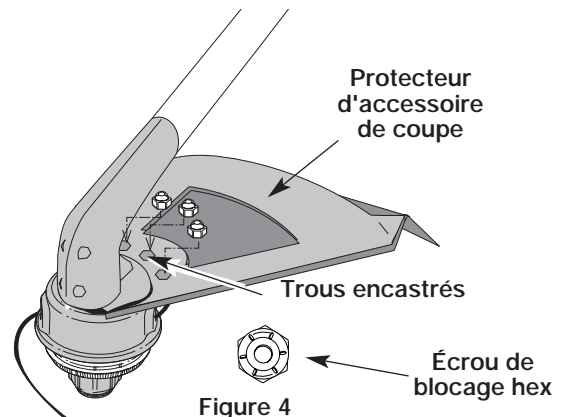

Figure 4
2. Placez un de trois fournis écrous de blocage hex dans l'un des trois trous encastré, sur le dessus du protecteur d'accessoire de coupe (Fig. 4).